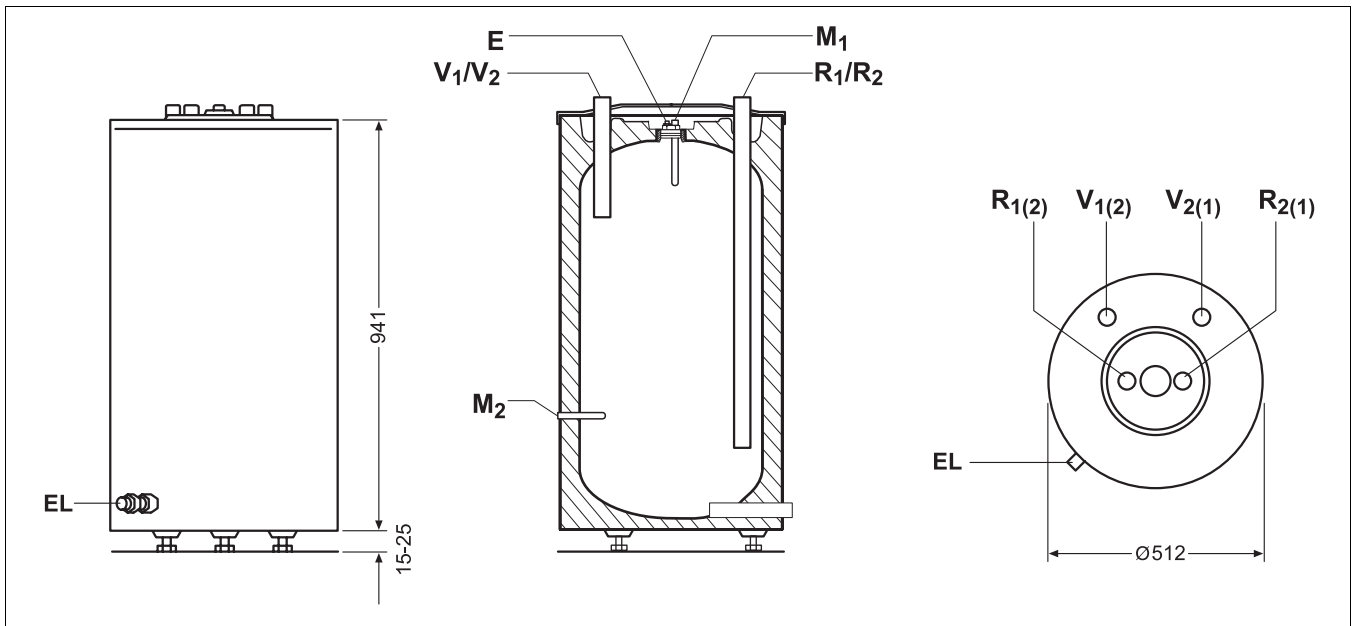

Fig. 2 Konstruksjons- og tilkoplingsdimensjoner (mål i mm)
- **M2** = Målepunkt for temperaturføler retur (GT1) - kun på varmepumper GL 6 - 17 kW med returtemperaturregulering (→ fig. 2, side 5)